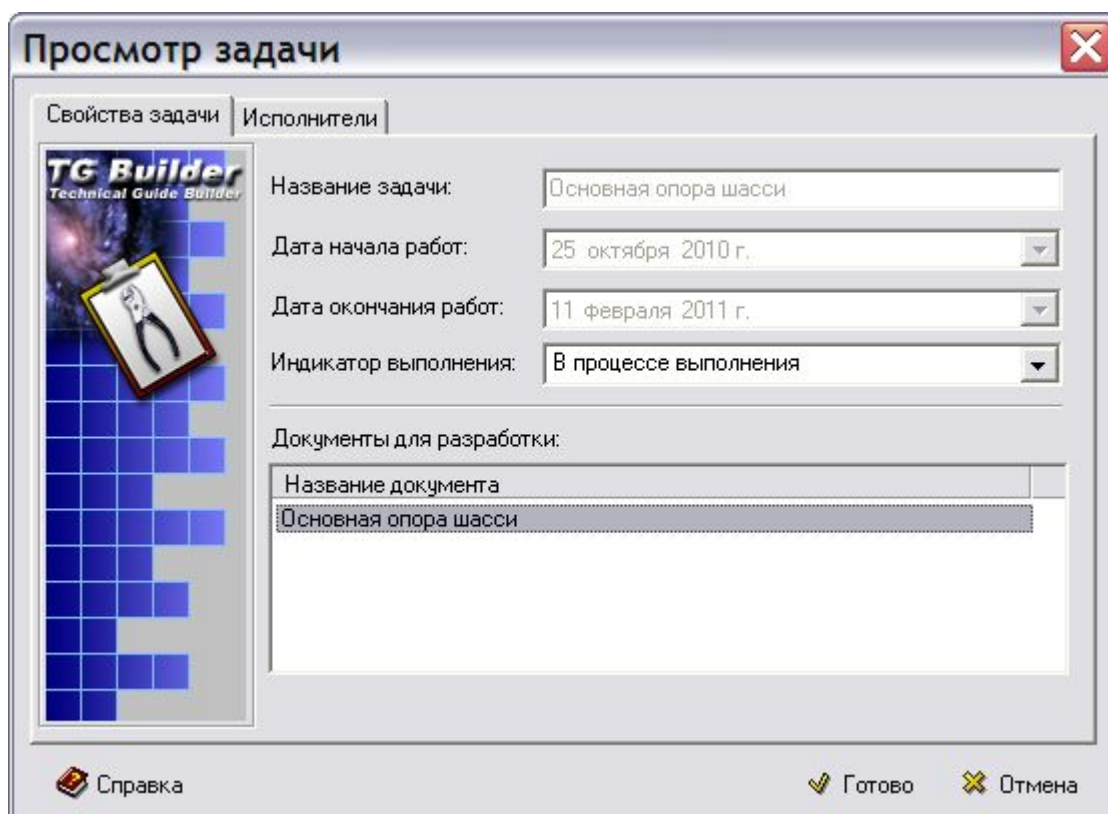

Рис. 2.85
1. В диалоговом окне **Добро пожаловать** щелкните два раза левой кнопкой мыши по названию задачи **Основная опора шасси**. При этом откроется окно **Просмотр задачи** (Рис. 2.85).